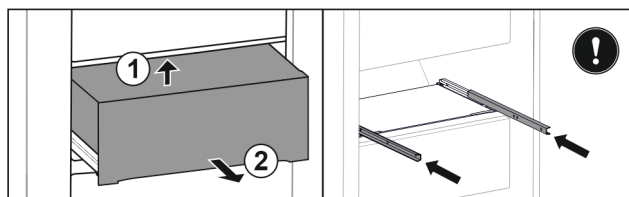

Fig. 41
- Nadzvedněte ji zdola zezadu Fig. 41 (1).
- Odeberte směrem dopředu Fig. 41 (2).